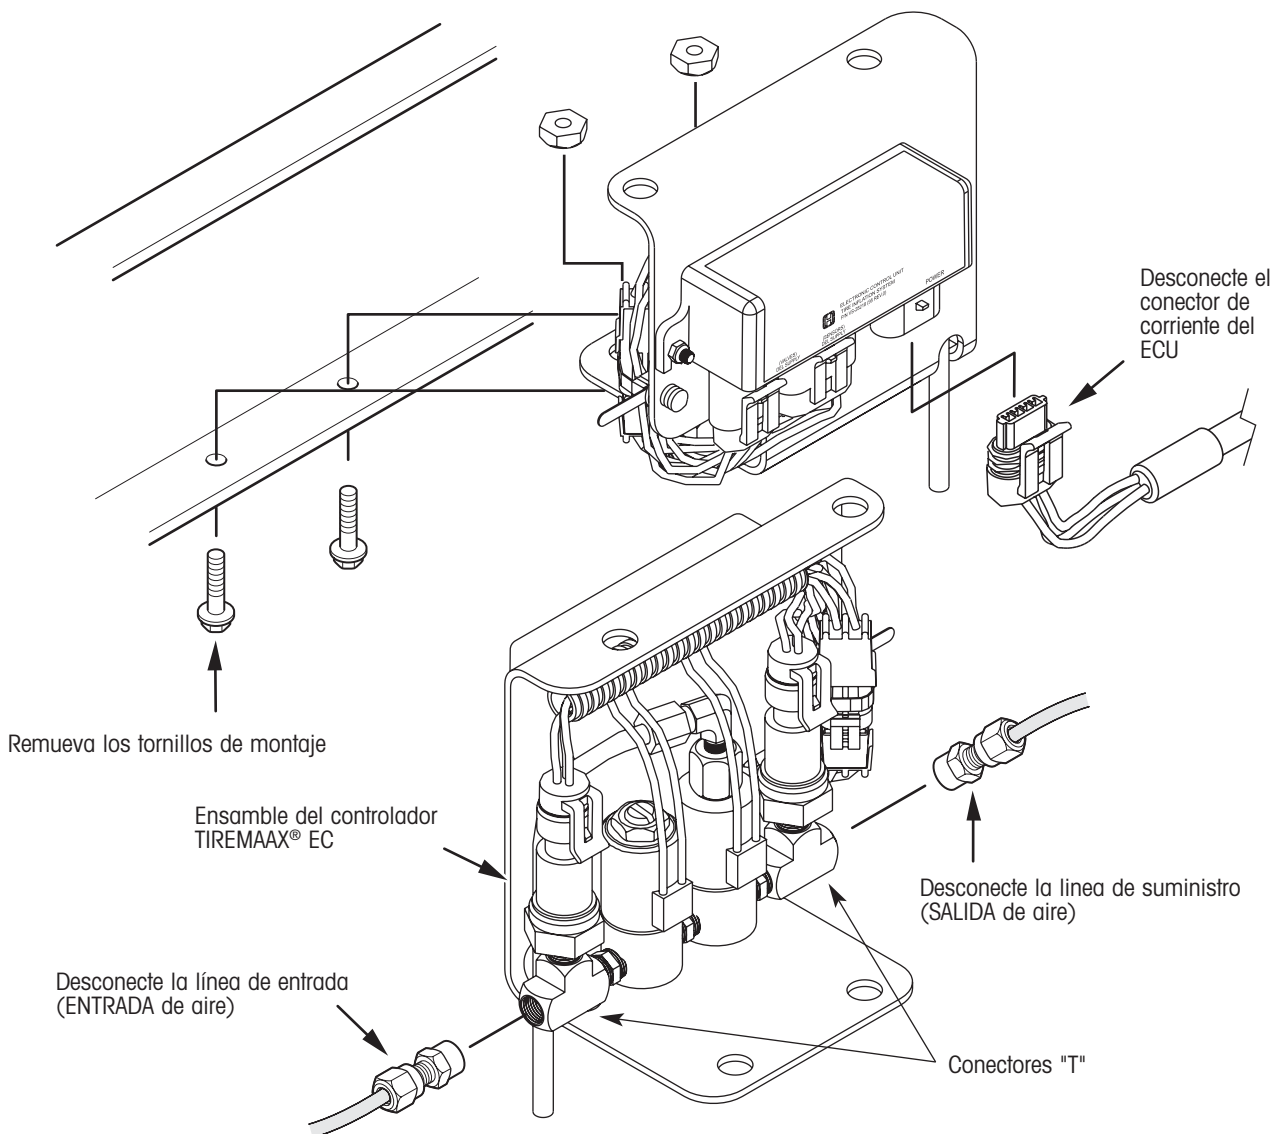

Figura 1. Remoción del ensamble del controlador TIREMAAX EC existente
2. Desconecte el conector de corriente del ECU (figura 1).